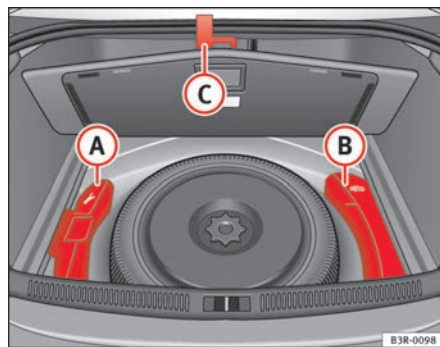

Abb. 175 Werkzeugbox und Wagenheber
Das Bordwerkzeug (A) und der Wagenheber (B) ⇒ Abb. 175 befinden sich unter der Ladebodenabdeckung im Gepäckraum.
- Haken Sie den Griff (C) an der Gepäckraumdichtung ein.